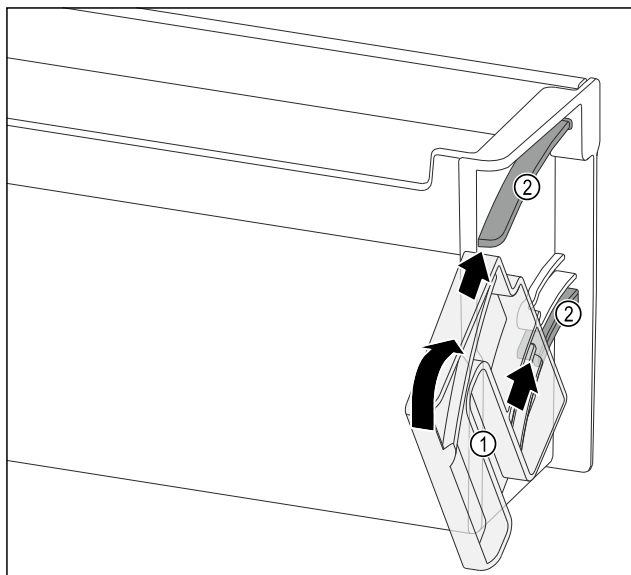

Fig. 126
- Розташуйте поворотний модуль Fig. 126 (1) так, щоб пази розташовувалися точно навпроти напрямних каналів Fig. 126 (2) дверного лотка.
- Прокрутіть поворотний модуль Fig. 126 (1) у вказаному напрямку.